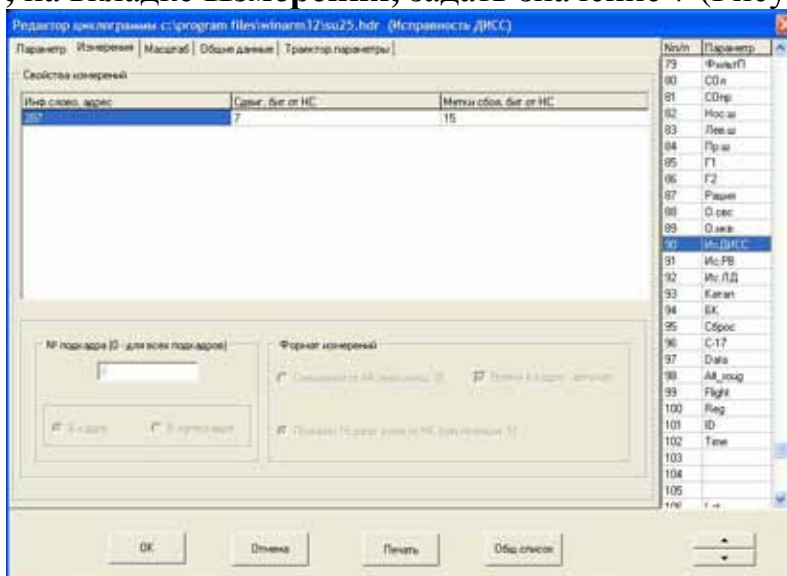

Рисунок 9.46
признаком наличия разовой команды является 1 в старшем (8) бите младшего байта информационного слова. Для отображения подобной разовой команды, необходимо выбрать тип **Разовая команда 1-бит**, а в поле **Сдвиг**, на вкладке **Измерения**, задать значение 7 (Рисунок 9.46).